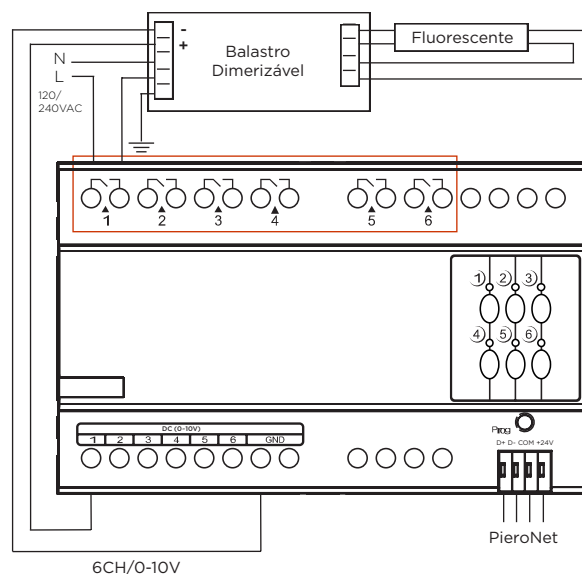

Figura 5. Ligação Elétrica - Exemplo
- Conecte os canais 0-10V DC sempre verificando se os pólos positivo e negativo estão corretos (Figura 5);
- **Funcionamento** - Os relés e as saídas de 0-10V DC podem ser interligados. Ao acionar uma saída 0-10V DC com qualquer valor maior que 0V, o relé correspondente também será acionado, acendendo a lâmpada com intensidade proporcional ao valor da tensão DC que está sendo enviada. Esse comportamento também deve ser aproveitado para cortar a energia do balastro conectado à saída 0-10 V DC (Figura 5);